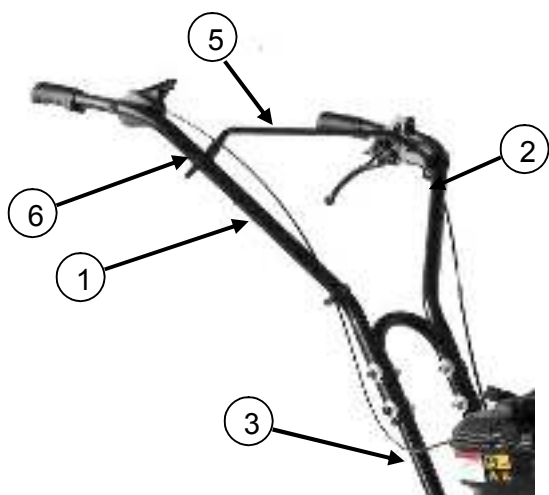

Рис. 2.
- Правая верхняя часть (см. рис.2, поз.1);
- Левая верхняя часть (см. рис.2, поз.2);
- Поперечная перекладина (см. рис.2, поз.5), которая соединяет левую и правую верхние части рукоятки управления.
7. Шестигранным ключом на 4мм (в комплект поставки не входит) из хомутов (см. рис.2, поз.6) верхних частей рукоятки управления, придерживая от выпадения гайки, выкрутить и вынуть болты М5х25.